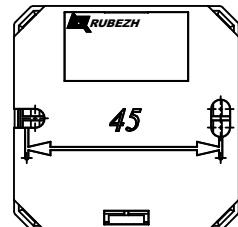

Рисунок 3 – Установочные размеры для АМ-1 прот.R3
- б) смонтировать адресную метку на DIN-рейку или на стену, используя отверстия в основании (Рисунок 3, 4);